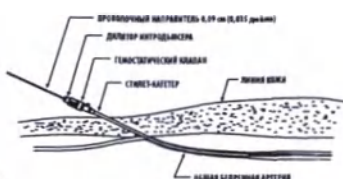

Рис. 10
- Поместите конический конец дилатора интродьюсера над проволочным направлятелем и продвиньте интродьюсер вращательным движением в просвет артерии. (См. рис. 10.)